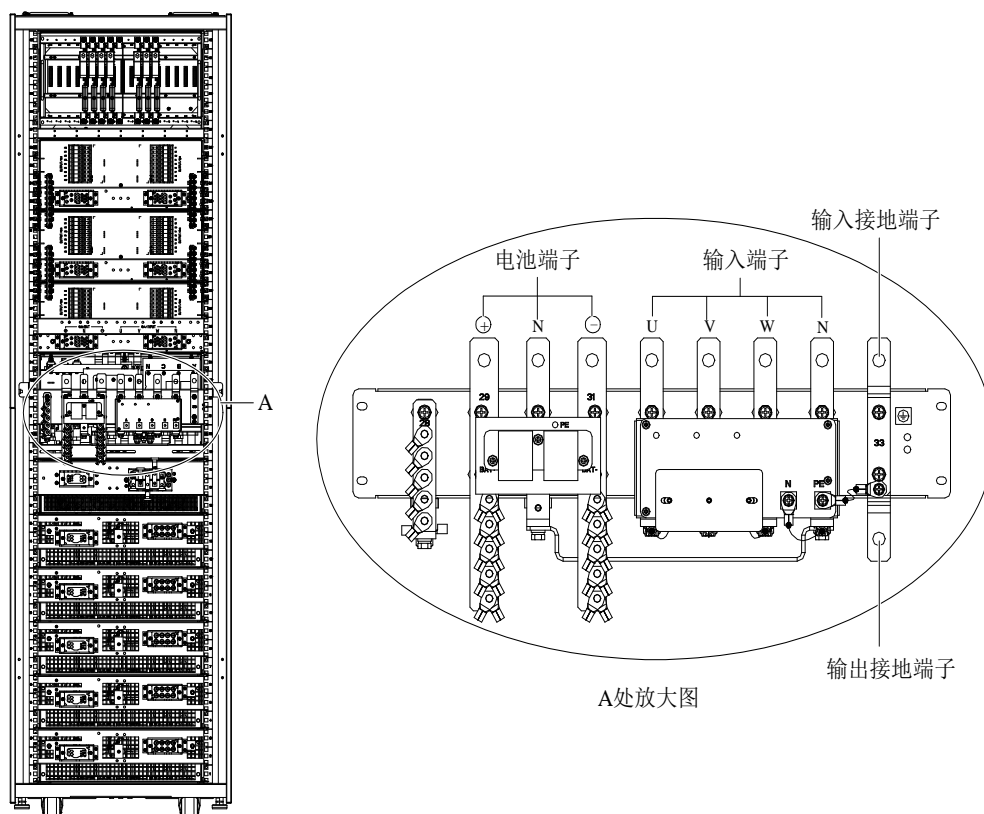
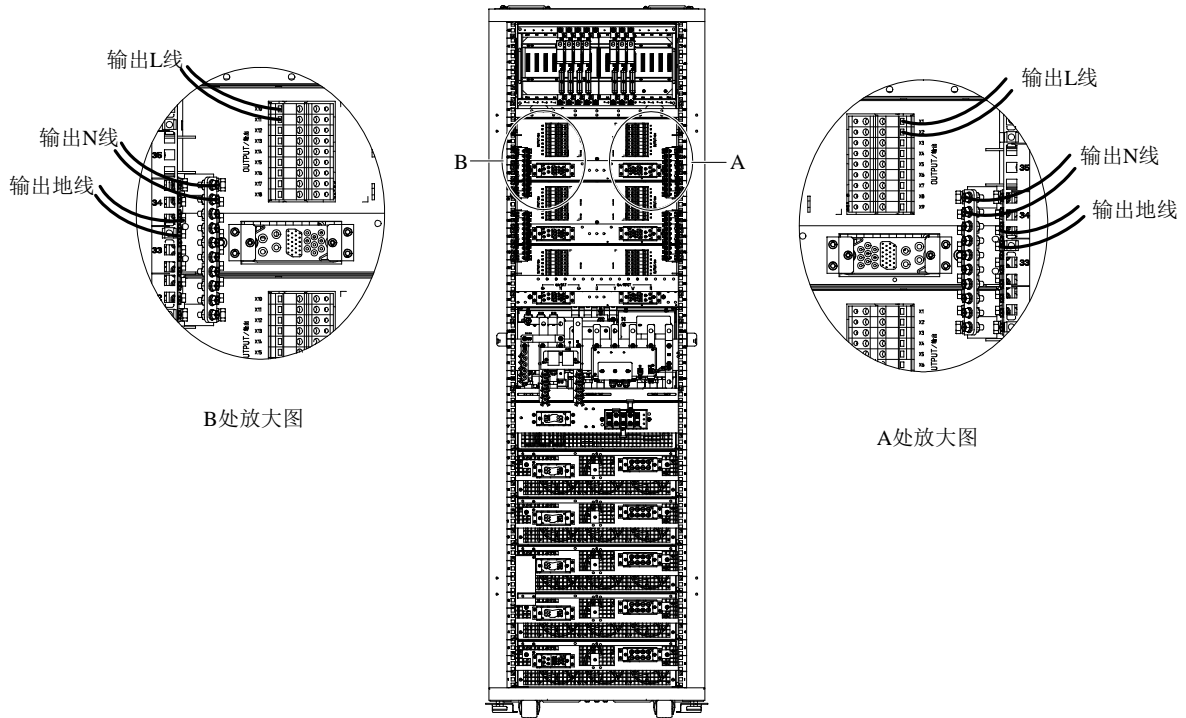
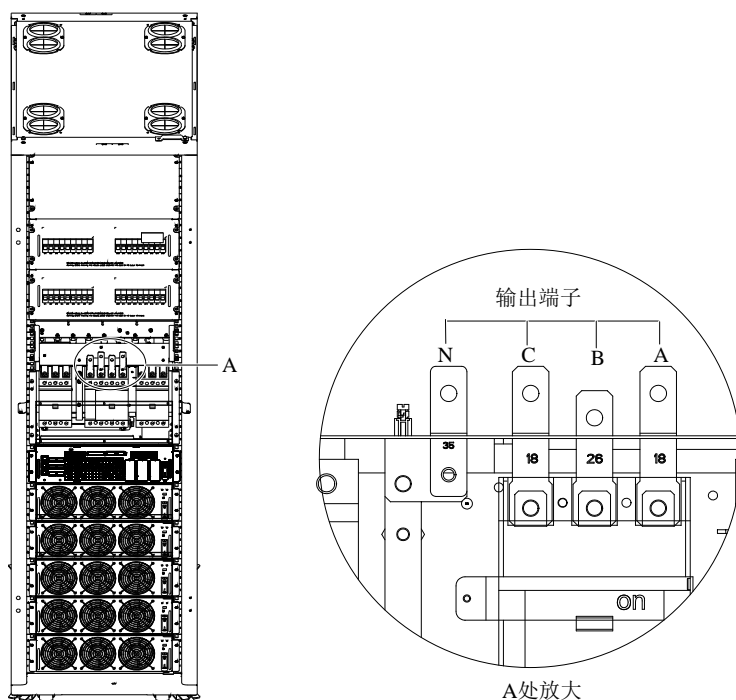

图3-2 输入端子、电池端子和接地端子（后视）
图3-3 输出配电模块输出端子接线图（后视）
图3-5 不带输出配电模块 UPS 的输出端子 (前视)
UPS 的输入端子、电池端子和接地端子见图 3-2，输出端子见图 3-3 和图 3-5。
保护地线应可靠连接在接地端子（见图 3-2）上。
2. 打开机柜后门，取下保护盖板，可见输入端子、电池端子和接地端子，见图 3-2。
- 1) 如选配输出配电模块，按图 3-3 所示将输出 L 线、N 线和地线连接在输出配电模块的输出端子与各路负载之间，紧固力矩为 5N•m (M6 螺栓)。注意确保相序正确。
2) 如不选配输出配电模块, 则将输出电缆连接于机柜前面提供的输出端子 (见图 3-5) 与负载之间。输出地线连接至机柜后面的输出接地端子 (见图 3-2)。